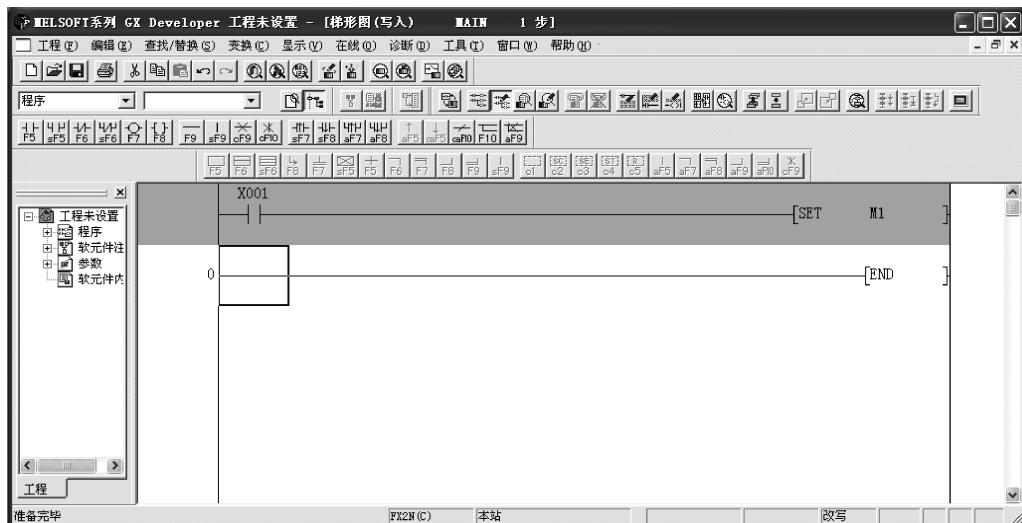

图 2-33 “SET M1” 输入完毕画面
2) 采用前述类似的方法输入“SET M1”指令（或选择图标，然后输入相应的指令），输入完毕后单击“确定”按钮，即可得到如图 2-33 所示的画面。